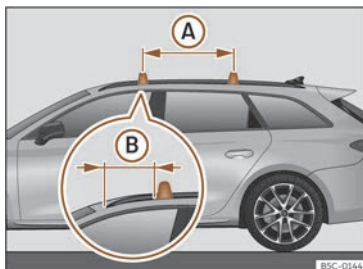

Fig. 206 Points de fixation des barres transversales pour la galerie porte-bagages du toit (Leon Sportstourer).
Valable pour Leon Sportstourer : Les barres transversales se montent sur les barres latérales du toit >>> **fig. 206**. La distance entre les barres transversales (A) devra être d'environ 75 cm et la distance entre la barre transversale avant et le support avant de la barre latérale du toit (B) devra être égale à 30 cm.